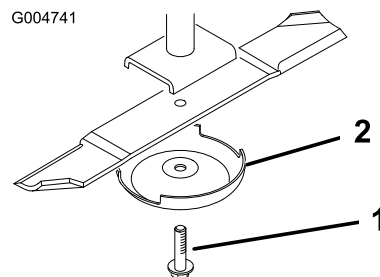

Figura 82
2. Afferrate l'estremità della lama con un cencio o un guanto bene imbottito. Togliete il bullone, la coppa antistrappo e la lama dall'asse del fusello (Figura 82).